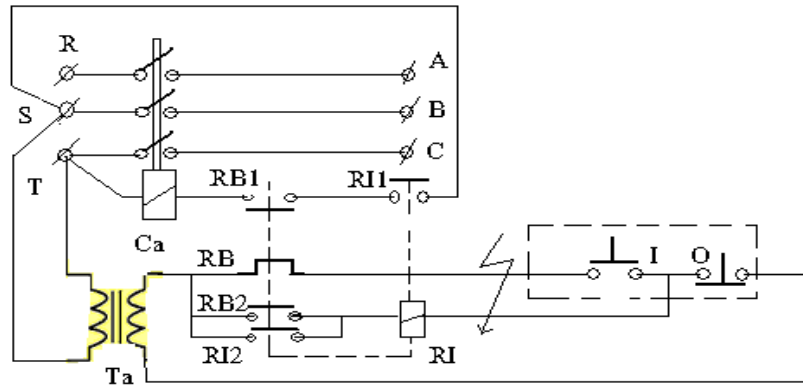

Fig.4
1.6.2. Montarea unui releu cu bimetal și a unui releu intermediar (fig.4)